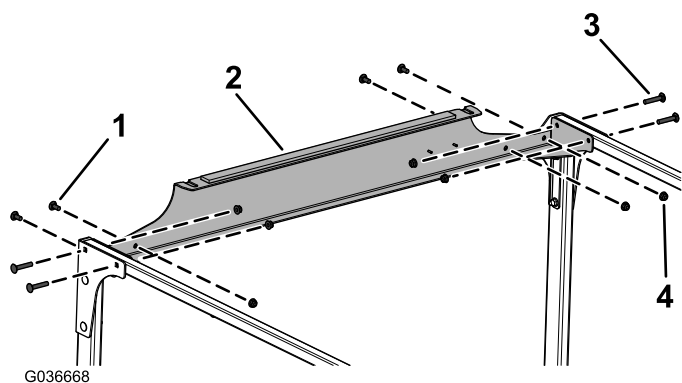

Figura 10
9. Instale provisionalmente el enlace transversal trasero a los tubos de enlace transversal y las placas traseras con 4 pernos de cuello cuadrado ($5/16'' \times 1\frac{3}{4}''$), 4 pernos de cuello cuadrado ($5/16'' \times \frac{3}{4}''$) y 8 tuercas con arandela prensada ($5/16''$), tal y como muestra en la Figura 10.